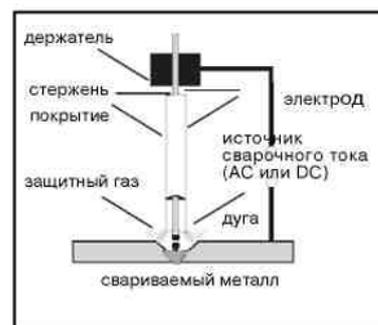

Рис. 4.
2.4.4.6 Принцип работы электродуговой сварки. Принцип работы электродуговой сварки очень прост. Плавкий электрод одновременно является источником и дуги, и защитного газа, появляющегося при расплавлении его флюсового покрытия (по европейской классификации - ММА процесс (Metal Metal Arc) (см. рис. 4).